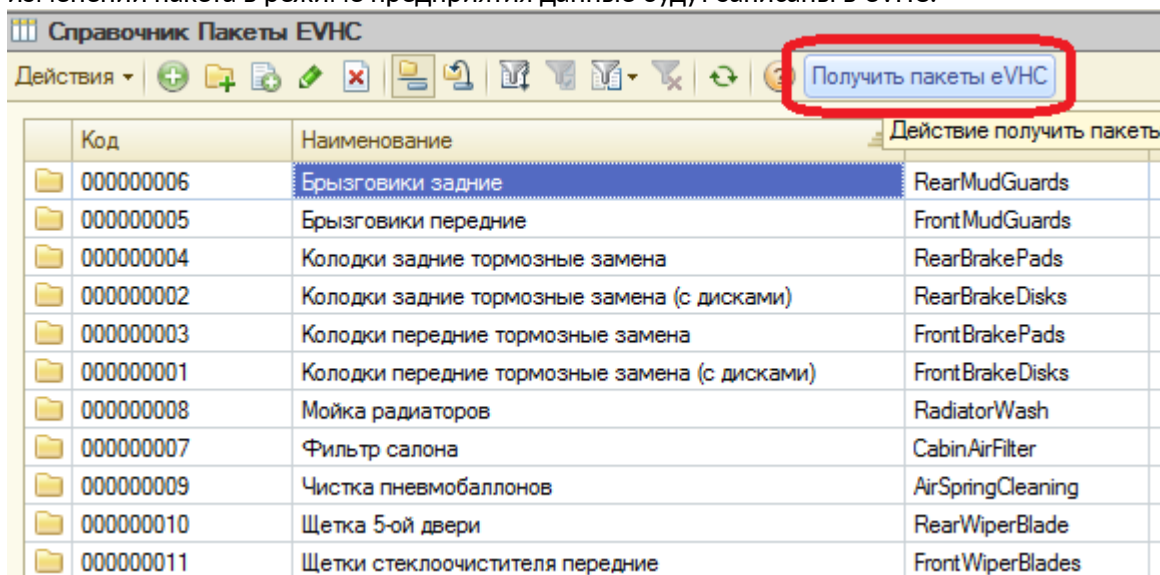

Рис.3 «Заполнение пакетов»
2.3 Для получения пакетов из eVHC открываем справочник «ПакетыEVHC» в режиме предприятия (Справочники ->Пакеты EVHC) и нажимаем кнопку «Получить пакеты eVHC» (Рис.3). При изменении пакета в режиме предприятия данные будут записаны в eVHC.